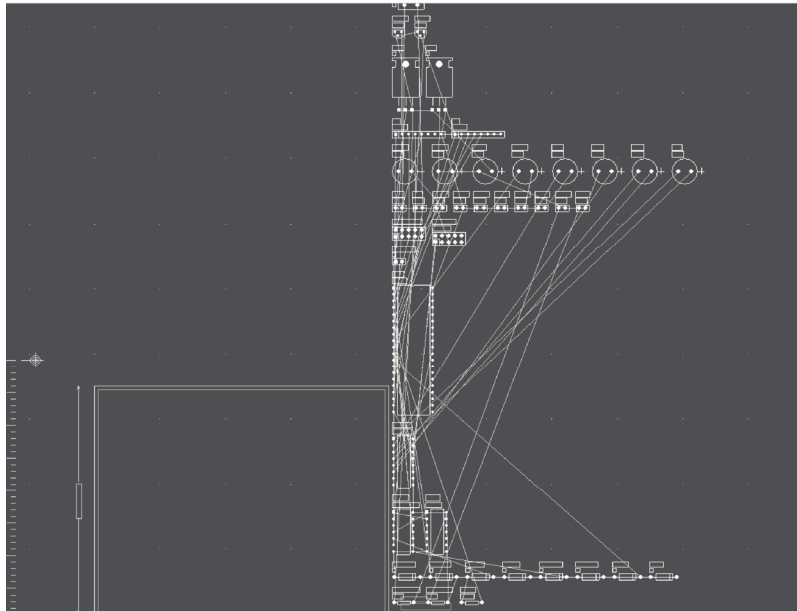

图 6-29 加载网络表后的 PCB
5) 最后单击“Execute”按钮，即可实现装入网络表与元器件，结果如图 6-29 所示。
装入网络表和元器件封装后，要把元器件封装放入工作区，这就需要对元器件封装进行布局，下面继续以 6.4 节的图 6-29 为例进行讲解。